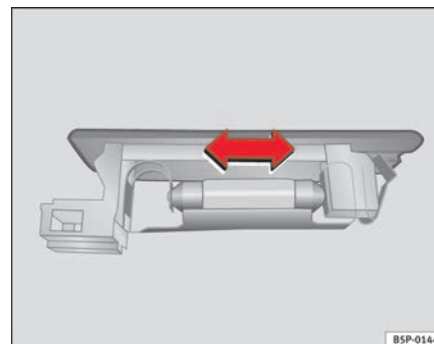

Fig. 192 Luz maletero
- Presione la lámpara lateralmente y extraígalas del alojamiento ⇒ fig. 192. ■